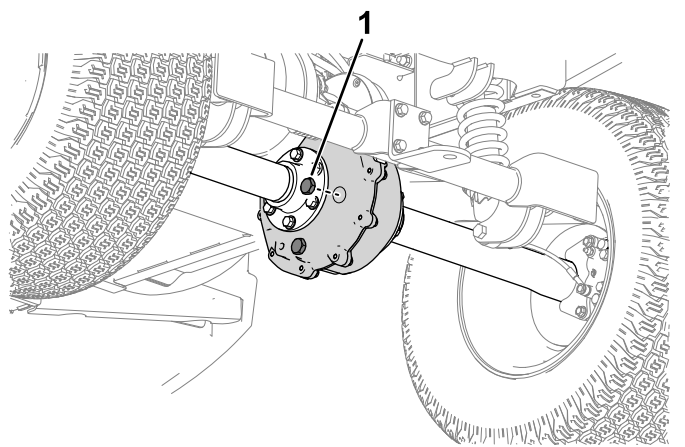

図 46
1. トランスアクスルについている補給プラグを外す(図 46)。
2. 液面が低い場合は、フィルプラグを取り外し、指定された液[トランスアクスルオイルの交換(ページ 39)に表示]を穴からなくなるまで追加する(図 46)。